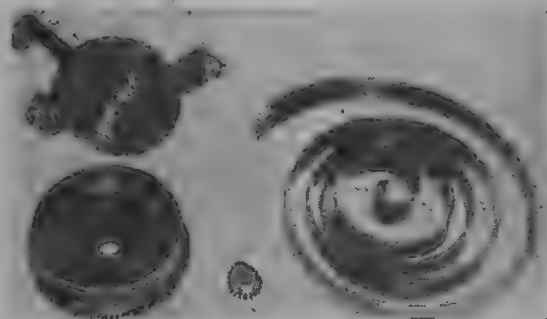

Рис. 5
3. Пружина. Взята от старого граммофонного механизма. Длина ее около полуметра, а ширина 20 мм. Она ясно видна на рис. 5.